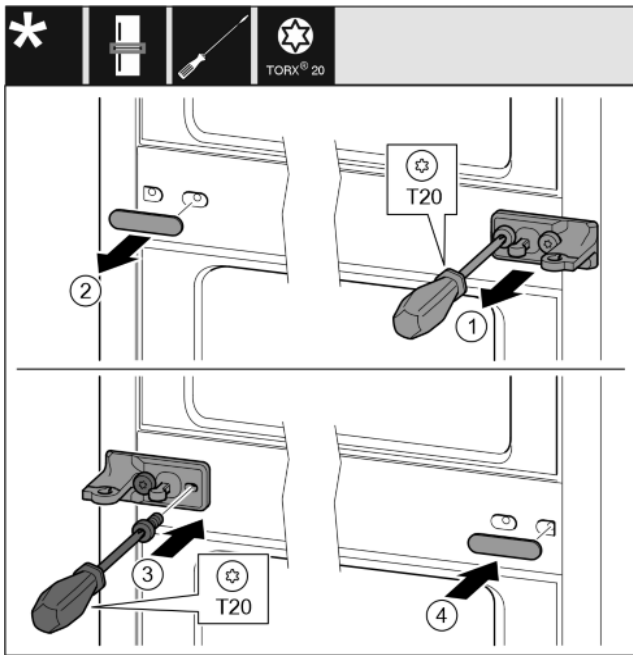

Fig. 26
- ▶ Снимите шайбу. Fig. 26 (1)
- ▶ Выкрутите винты отверткой T20. Fig. 26 (2)
- ▶ Осторожно снимите крышку. Fig. 26 (3)
- ▶ Плотно прикрутите опорный кронштейн с подкладкой с поворотом на 180° с другой стороны. Fig. 26 (4)
- ▶ Установите крышку с поворотом на 180° с другой стороны. Fig. 26 (5)
- ▶ Надвиньте шайбу спереди. Fig. 26 (6)